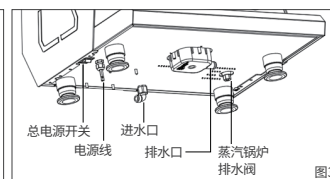

图3
3. 在咖啡机底部可以看到电源线、进水口及排水口(如图3所示);
2. 打开机器底部的总电源开关(如图3所示)；
3. 如果机器需要运输或长期不用, 请将排水阀门打开, 让蒸汽锅炉内的水排尽, 然后将排水阀门关闭, 排水阀门位于机器底部(如图3所示)。
2. 蒸汽锅炉排水:关闭总电源开关后,让机器冷却下来,一般2 h后,再对蒸汽锅炉进行排水。将机器底部排水阀门(如图3所示)打开,排出锅炉中的水,排干净后关闭排水阀门;